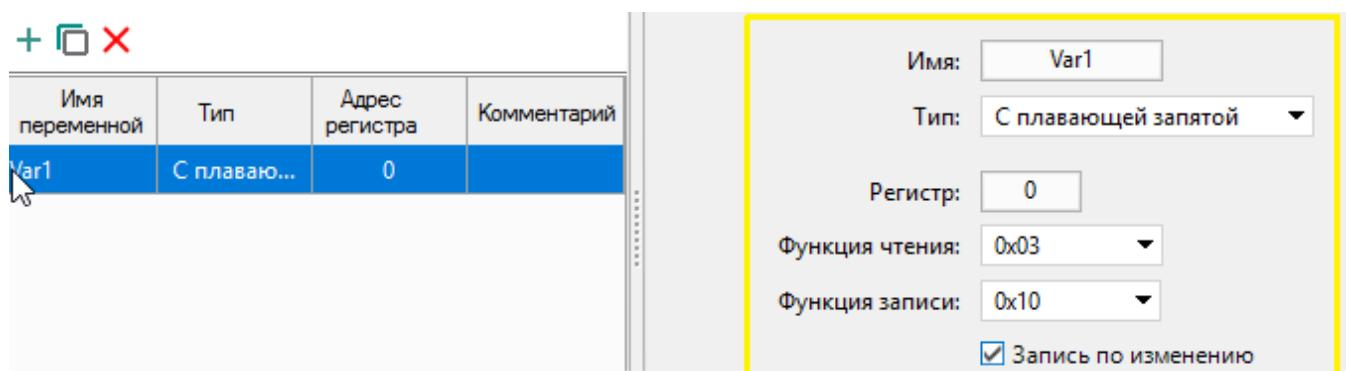

Рисунок 5 – Указание параметров опроса устройства
- 3) ПКМ на интерфейсе RS485 добавляем устройство, в котором указываем сетевой адрес устройства, его имя, номера регистров для опроса параметров устройства и номера регистров для записи на устройство. Также указываем тип переменной и присваиваем имя переменной (рис. 5).